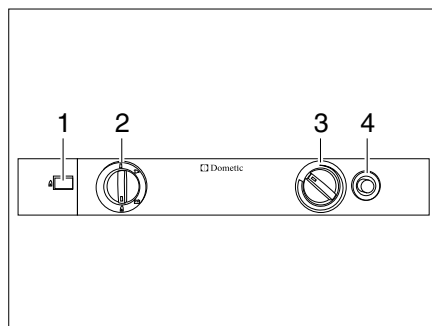

Bild 133 Bedienelemente für den Kühlschrank (Dometic 8er-Reihe)
- Energie-Wahlschalter (Bild 133,2) auf "🔥" stellen.
- Drehregler (Bild 133,3) drücken, auf höchste Stufe drehen und gedrückt halten. Warten, bis Gas zum Brenner strömt.
- Gaszündknopf (Bild 133,4) drücken und gedrückt halten. Die Zündung erfolgt automatisch.
- Gaszündknopf (Bild 133,4) gedrückt halten, bis der Flammenanzeiger (Bild 133,1) grün wird, dann loslassen.
- Drehregler (Bild 133,3) noch 10 bis 15 Sekunden gedrückt halten, dann loslassen.
- Energie-Wahlschalter (Bild 133,2) auf "⚡" stellen.
- Kühltemperatur mit dem Drehregler (Bild 133,3) einstellen.
- Energie-Wahlschalter (Bild 133,2) auf "⊖" stellen.